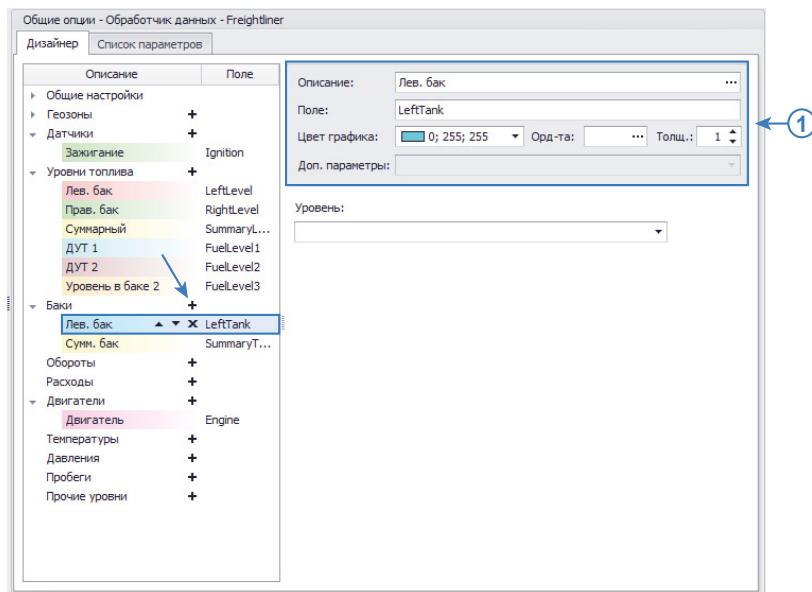

Рис.29. Добавление параметра в группу «Баки» и настройка.
На основе показаний датчика уровня топлива программа «АвтоГРАФ 5 ПРО» позволяет фиксировать сливы и заправки топлива. Для этого необходимо добавить в Дизайнер виртуальный бак – параметр, который показывает изменение топлива в реальном баке транспортного средства по показаниям датчиков уровня топлива, установленных в этот бак. Для создания виртуальных баков в Дизайнере параметров предусмотрена группа «Баки». Для того чтобы создать виртуальный бак, необходимо добавить новый параметр в группу «Баки» (Рис.29).
**1. Общие настройки (Рис.29, п.1).** Общие настройки описаны в разделе «Общие настройки параметров», поэтому в данном разделе их настройка рассматриваться не будет.